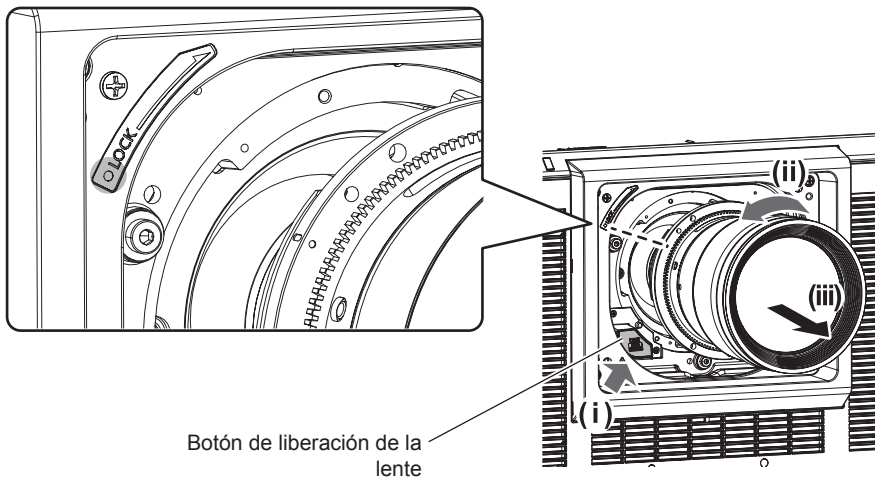

Figura 1
- 2) Retire la lente de proyección girándola hacia la izquierda mientras que pulsa el botón de liberación de la lente. (Figura 1)**